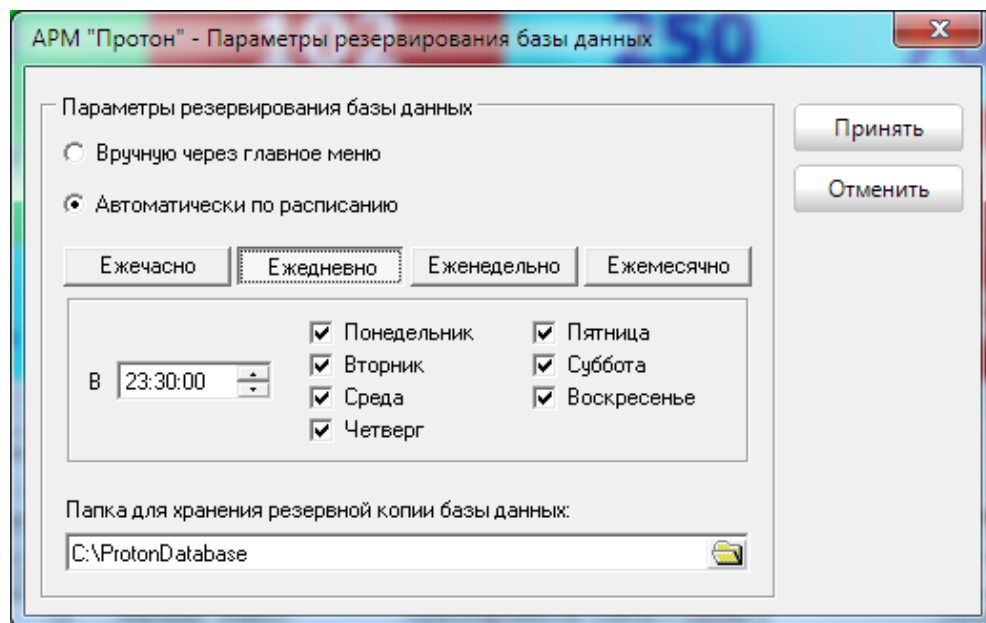

Рисунок 44
- ежедневно в отмеченные дни в определённое время (Рисунок 44),